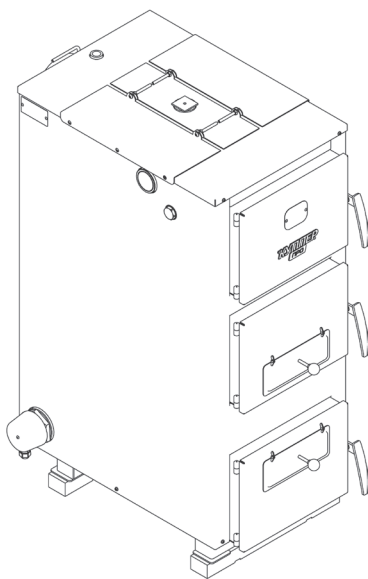

Рис. 26
3. Надежно зафиксируйте монтажную платформу с боковыми пластинами винтовыми соединениями (четыре винта М6×60, шайбы и гайки М6) (Рис.26).